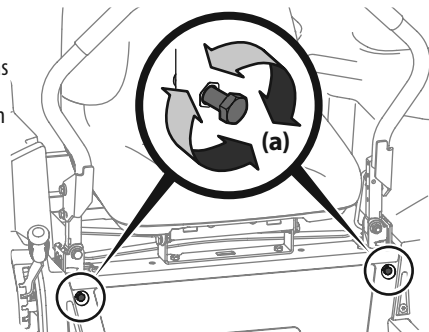

Figura 44
2. Ubique los pernos del ajuste de detención de las palancas de control de la transmisión (a) que están en el frente del marco del asiento. Consulte la Figura 44.